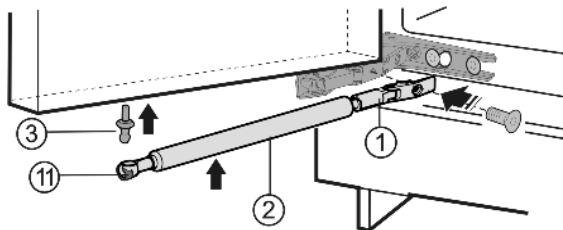

Fig. 6
- ▶ Kogeltap Fig. 6 (3) in de nieuwe bevestigingsboring (met 4 Nm) schroeven (Torx® 20).
- ▶ Spanveer Fig. 6 (11) weer naar binnen schuiven.
- ▶ Houder Fig. 6 (1) (met 3 Nm) goed vastschroeven.
- ▶ Sluitdemper Fig. 6 (2) in de kogeltap inhangen.